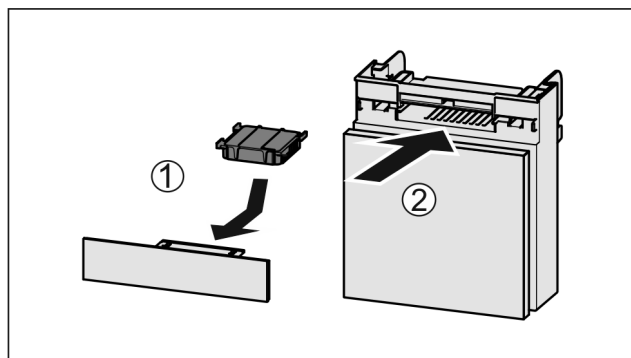

Fig. 173
- Filtr s aktivním uhlím vložte podle vyobrazení Fig. 173 (1).
- Zásuvku zasuňte Fig. 173 (2).